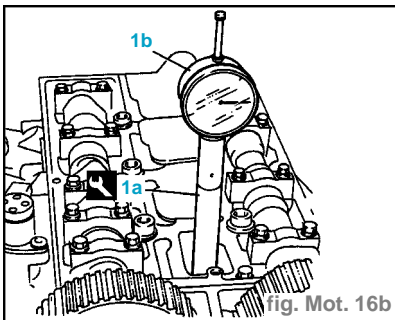

fig. Mot. 16b
- Monter l'outil (1a) muni du comparateur (1b) dans le logement de la bougie du 1^{er} cylindre (fig. Mot. 16b).